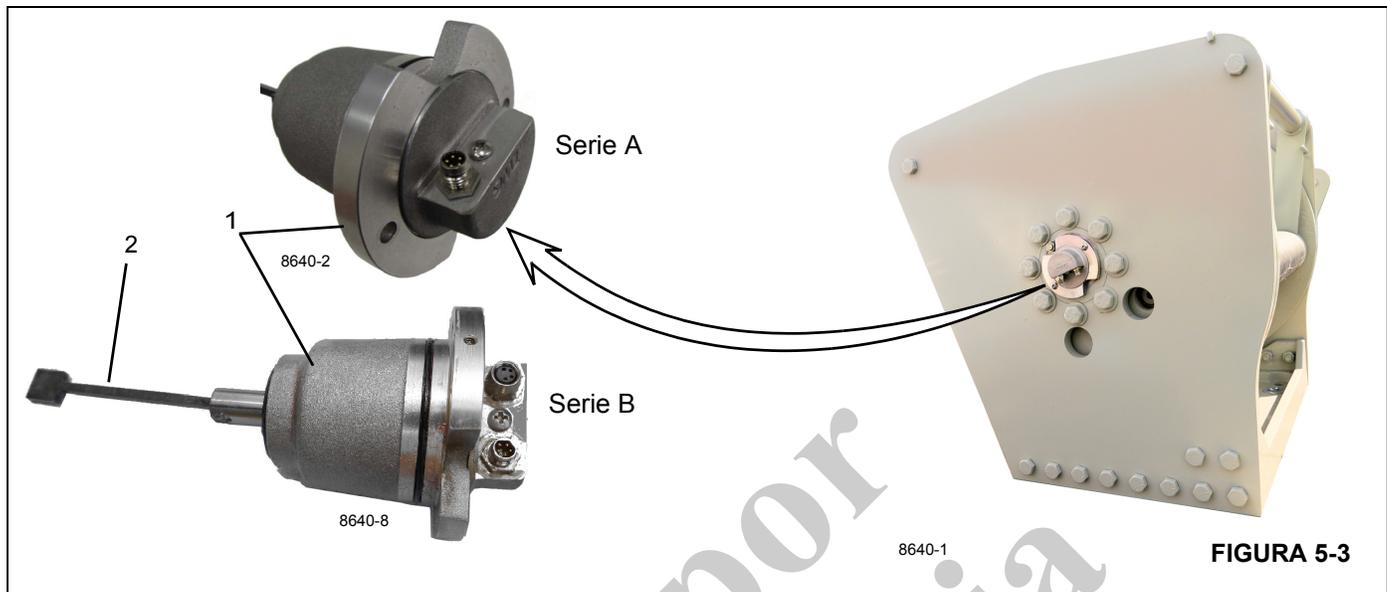

FIGURA 5-3
4. Inserte el DRI dentro del tambor. Gire el DRI (1, Figura 5-3) de modo que su eje de DRI (2) se enganche con el mando del interior del tambor.